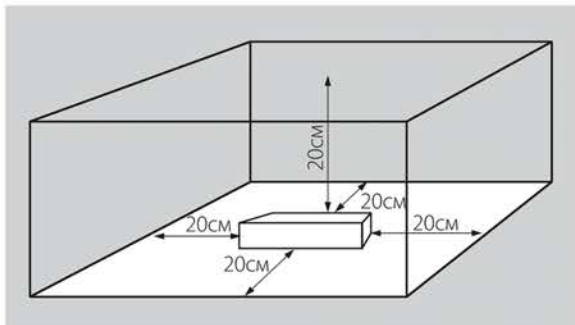

Рис.1
3.2. Для естественной вентиляции обеспечьте свободное пространство вокруг источника питания не менее 20 см, как изображено на Рис.1. При невозможности обеспечить свободное пространство используйте принудительную вентиляцию.